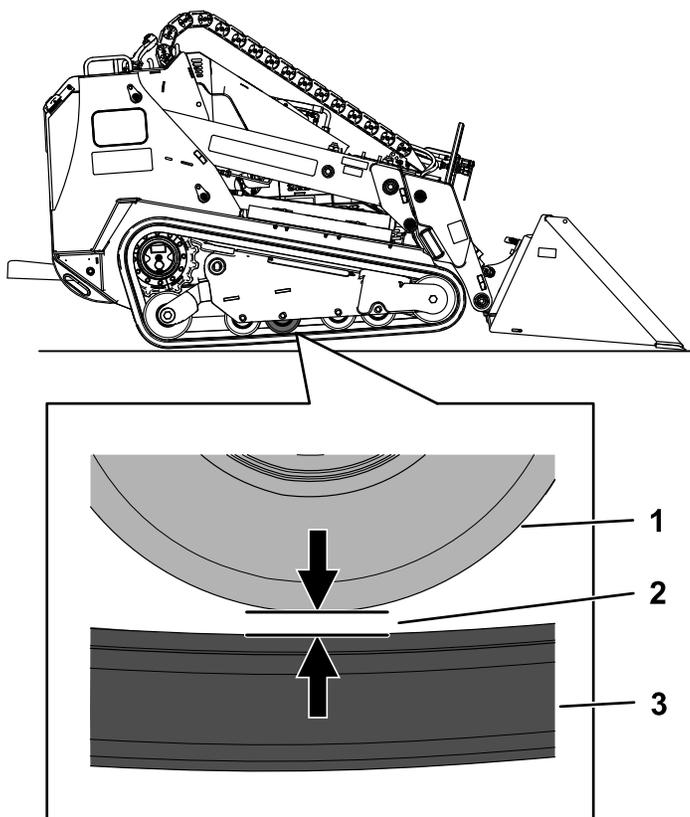

Рисунок 70
4. Проверьте, чтобы зазор между вторым опорным катком сзади и гусеницей составлял 20 мм, как показано на Рисунок 70. Если необходима регулировка, перейдите к разделу Регулирование натяжения гусеницы (страница 54).
7. Используя ключ с храповым механизмом на $\frac{1}{2}$ дюйма, поверните натяжной винт так, чтобы зазор между опорным катком и гусеницей составил 20 мм, как показано на Рисунок 70.
11. Используя ключ с храповым механизмом на ½ дюйма, поверните натяжной винт против часовой стрелки так, чтобы зазор между опорным катком и гусеницей составил 20 мм, как показано на Рисунок 70.